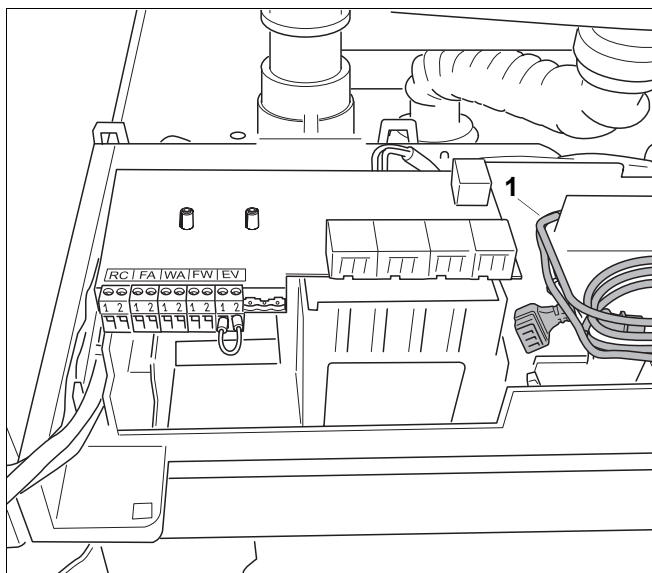
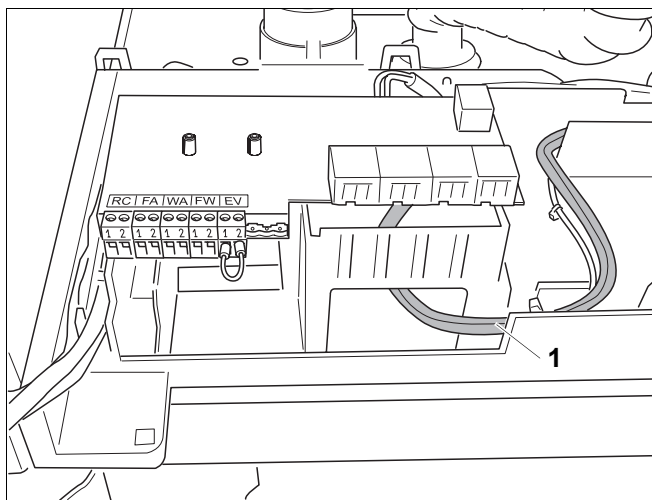

Рис. 18 Укладка подводящего кабеля насоса
Рис. 19 Укладка подводящего кабеля насоса
- Укладку второго подводящего кабеля насоса от отопительного котла произвести через отверстие под клеммовой коробкой, а затем вниз (см. рис. 18, поз. 1 и рис. 19, поз. 1).